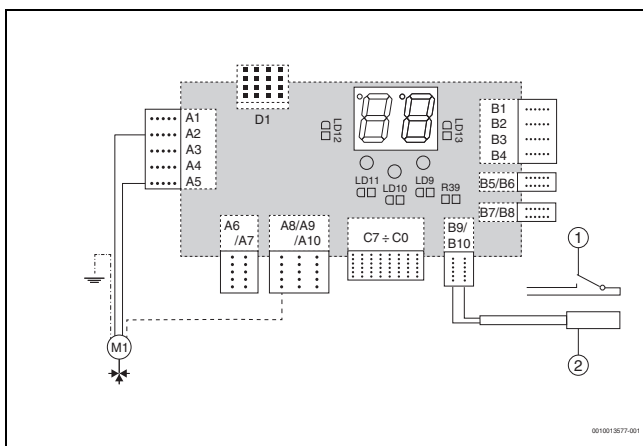

Рис. 1 Подключение 3-ходового клапана для управления горячим водоснабжением или резервным источником тепла
- ▶ Подключите провод исполнительного органа к электронному блоку котла в соответствии с электрической схемой (→рис. 1). Оставшиеся жилы заизолируйте (речь идёт о внутренних контактах исполнительного органа).
- ▶ Подсоедините датчик к клеммам В9-В10 электронного блока в соответствии с электрической схемой (→рис. 1). На проводе датчика и клеммах не нужно соблюдать полярность.